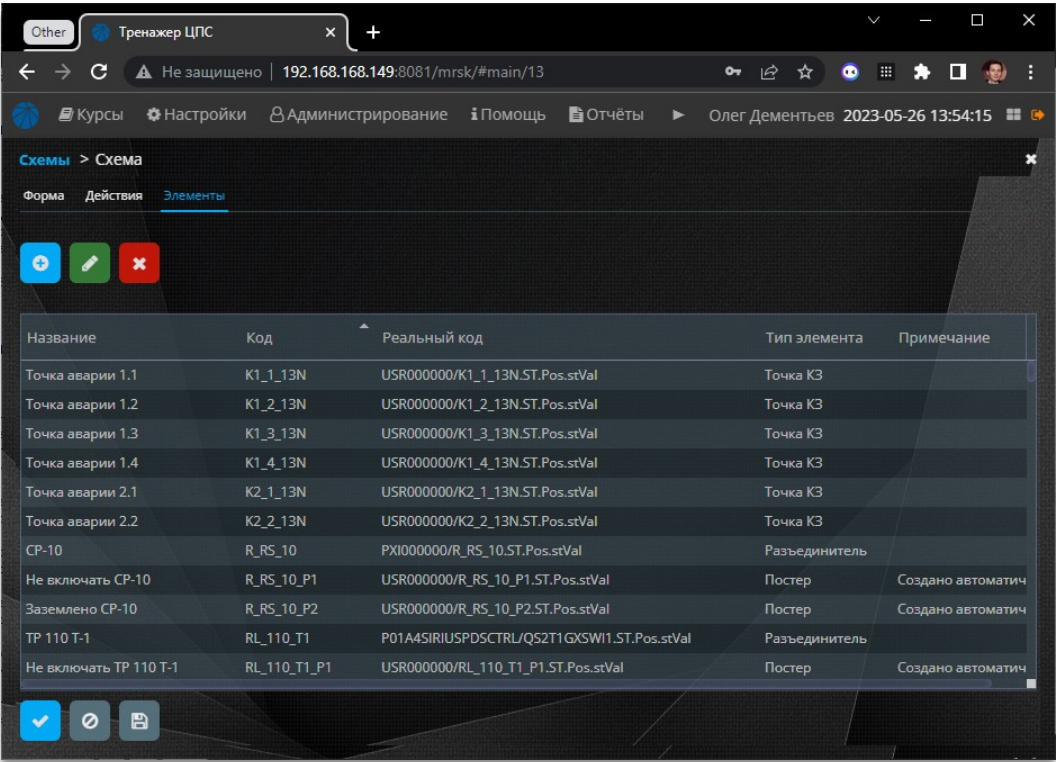

Рисунок 96 – Экранная форма «Заполнение списка элементов для программы обучения»
- Рисунок 96 – Экранная форма «Заполнение списка элементов для программы обучения»;